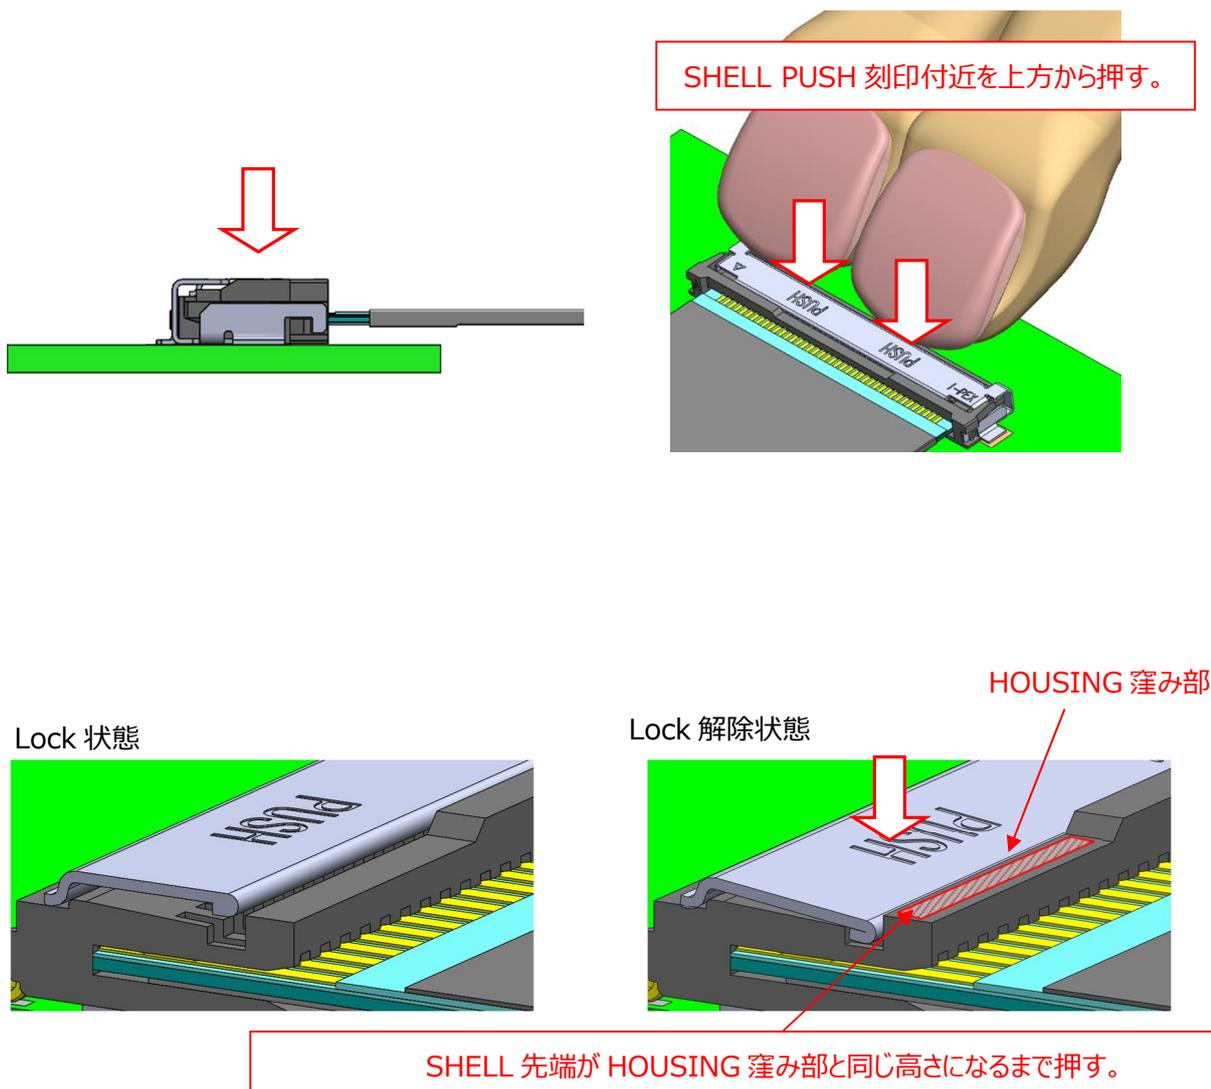

図. 4-1 FFC 抜去方法 1
① 図 4-1 の様に、SHELL 上面部全面を上方から押す。